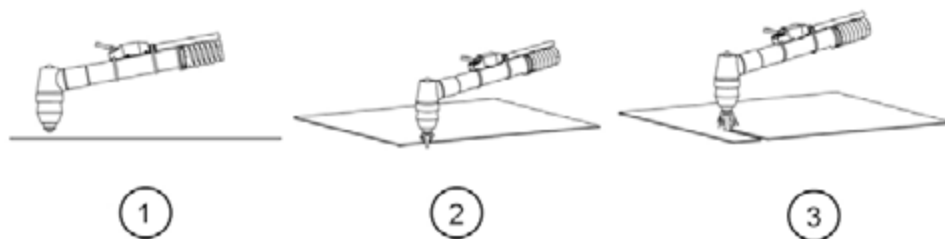

Рис. 8.5. Рез с края листа.
9. Поднесите плазматрон к заготовке, дотроньтесь соплом до заготовки. Нажмите кнопку на плазматроне – появится основная дуга. Начинайте процесс резки (См. рис. 8.5 и 8.6).